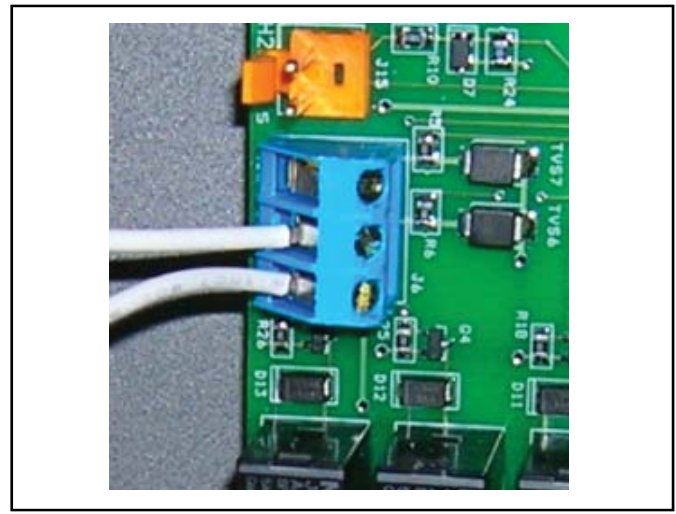

Figura 12b. Conexión a AquaLink RS o TERMOSTATO REMOTO (Conexión Bifásica)
4. Conecte el cableado desde el sistema de control piscina/spa hasta la terminal de control remoto de la bomba de calor (véase Figura 12b).